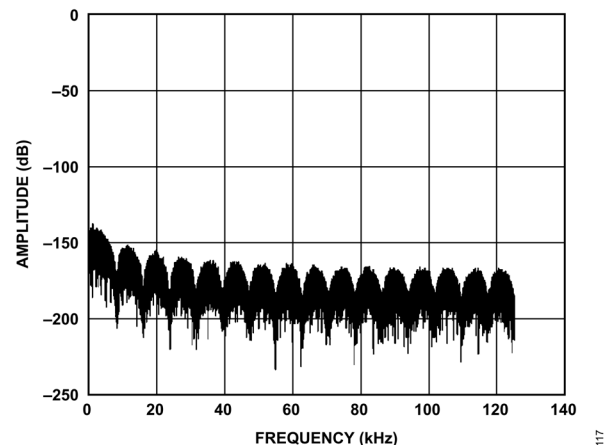

図 179. フィルタ・プロファイルのアップロード例
以下に示すシーケンスにより sinc1 フィルタをプログラムします。アドレス 0 からアドレス 23 の係数は 0 です。アドレス 24 からアドレス 55 の係数は 131,072 ($2^{22}/32$) です。MCLK = 16.384MHz で ODR = 256kSPS の場合は、8kHz と 8kHz の整数倍の位置にフィルタ・ノッチが現れます。このフィルタは低ノイズで、図 179 に示す特徴的なフィルタ・プロファイルによって識別できます。
17. データを収集します。得られるフィルタ・プロファイルを図 179 に示します。